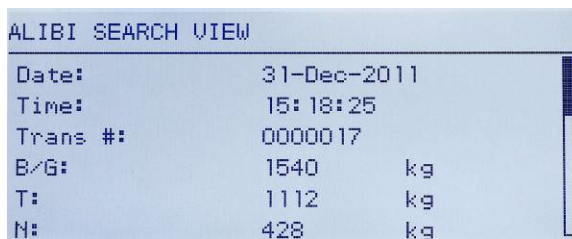

Figura C-2: Visualizzazione risultati ricerca alibi
5. Viene visualizzata la schermata Visualizza ricerca memoria alibi (Alibi Memory Search View) con i risultati di ricerca in ordine cronologico. Il record con maggiori occorrenze viene visualizzato per primo. Ciascun record aggiuntivo può essere visualizzato premendo il tasto di navigazione GIÙ. La Figura C-2 comprende una serie di schermate che mostrano il contenuto degli altri record disponibili nella visualizzazione.